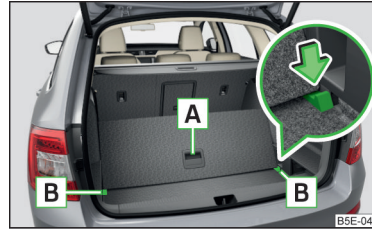

Abb. 147 Gepäckraum mit variablem Ladeboden unterteilen
- › Zum **Unterteilen** den variablen Ladeboden am Griff **A** anheben und den hinteren Rand des variablen Ladebodens in die Nuten **B** in Pfeilrichtung einschieben » Abb. 147.